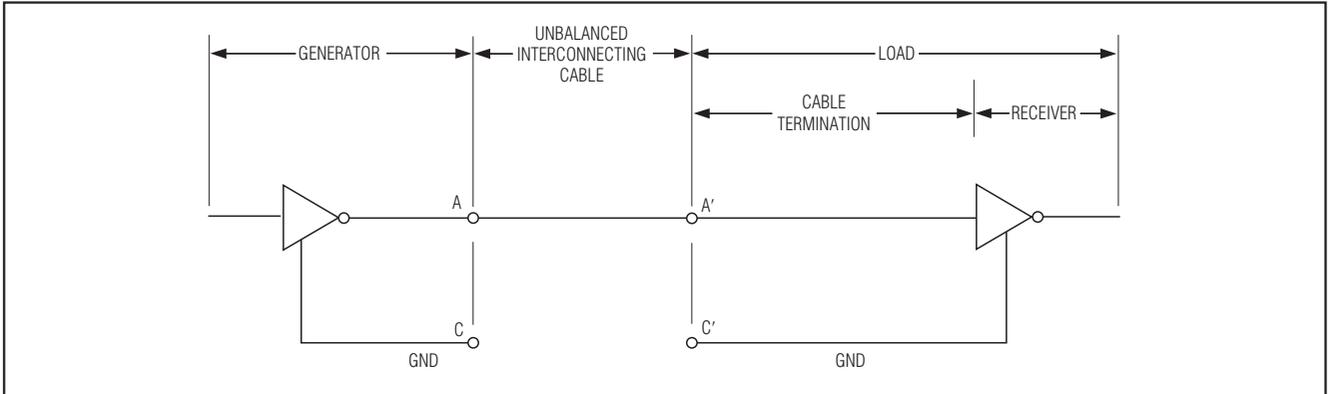

图18. 典型V.28接口
V.28接口为非平衡单端接口(图18)。V.28驱动器在A'与C'之间的3kΩ负载阻抗上产生最小±5V的电压。V.28接收器为单端输入。为抑制系统噪声，MAX13170E的V.28接收器具有典型值为0.05V的滞回。